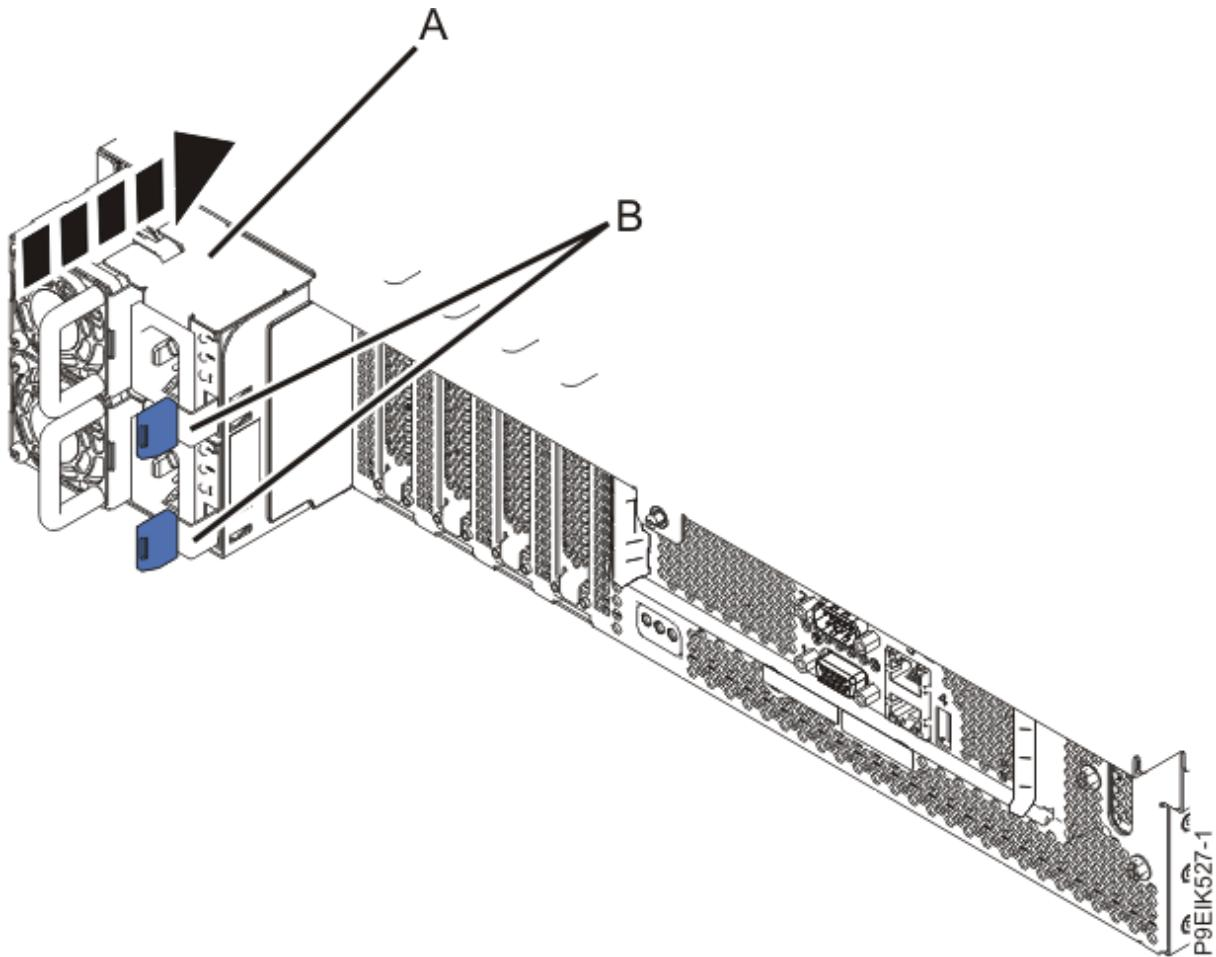

図 38. システムの電源装置の取り替え
4. 80 ページの図 38 に示すように、電源装置を再取り付けします。
- b) 電源装置 (A) を、ファンを左にしてベイに位置合わせします。
- c) ラッチ (B) が所定の位置にロックされるまで、電源装置をシステム内に押し込みます。